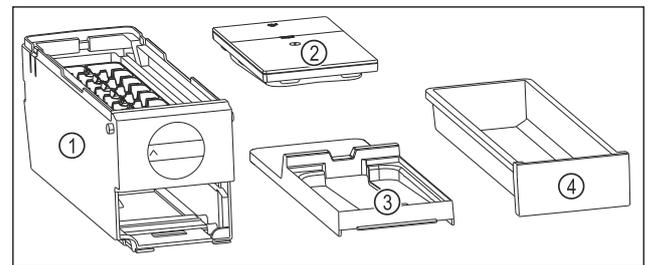

Fig. 138 Componentes del EasyTwist-Ice
- ▷ El EasyTwist-Ice está dividido en cuatro piezas. (consulte Fig. 138)
- ▶ Desarme el EasyTwist-Ice solo en los componentes mostrados. (consulte Fig. 138)
- ▶ Limpie el cuerpo del EasyTwist-Ice Fig. 138 (1) como un todo.